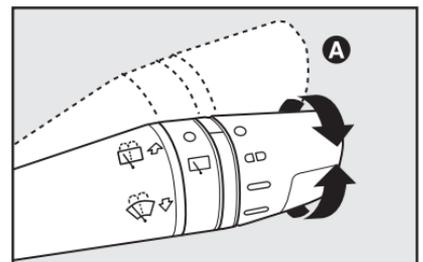

fig. 57
### Limpiaparabrisas/lavaparabrisas - fig. 57
**A-fig. 57** Desplazando la palanca a la posición **A**, se activa el funcionamiento temporario y continuo rápido: al soltar la palanca, esta vuelve a la posición **○** y el limpiaparabrisas se detiene automáticamente.
## Lavado inteligente - fig. 57